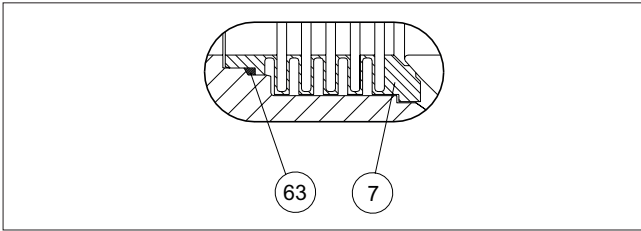

Fig. 18 Siège H
- Monter le joint torique (63) dans son logement sur le siège (7) comme indiqué sur la figure 18.